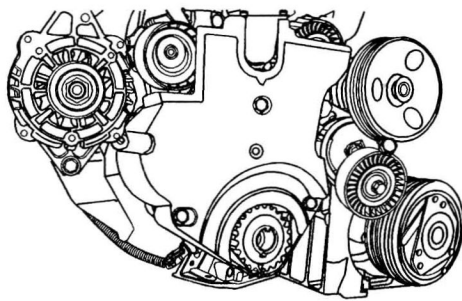

图 1-3-11 紧固正时皮带罩螺栓
14. 安装前上和前下正时皮带罩螺栓。将前正时皮带罩螺栓紧固至 $10\text{N} \cdot \text{m}$ （图 1-3-11）。